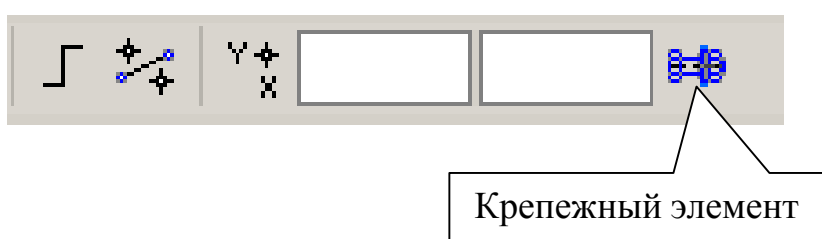

Рис. 11
3. Соединения будут выполняться командой **Крепежный элемент**, находящейся в конструкторской библиотеке. Для ускорения работы выполните настройку интерфейса. Для этого вызовите команду **Сервис – Настройка интерфейса**. В появившемся окне на вкладке **Команды** выберите категорию **Конструкторская библиотека**, а в командах – **Крепежный элемент**, рис. 46. Переместите мышью крепежный элемент на панель, рис. 11.